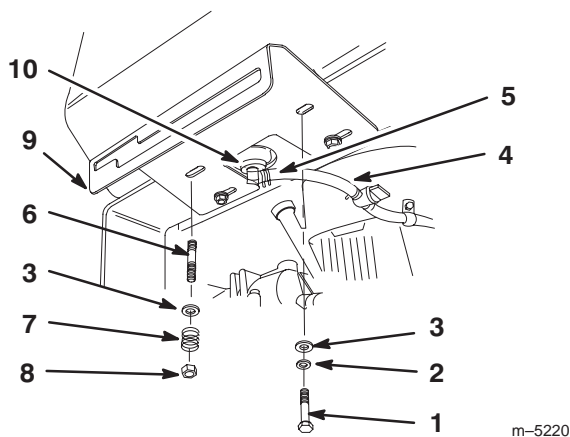

Figure 3
6. Fixez le panneau de commande droit et le réservoir de carburant au bâti arrière (Fig. 3) avec 2 boulons (5/16 x 7/8 pouce (22 mm)), rondelles de blocage (5/16 pouce) et rondelles (5/16 pouce) (Fig. 3).
7. Fixez le panneau de commande gauche et le réservoir de carburant au bâti arrière (Fig. 3) avec 2 goujons, rondelles (5/16 pouce), ressorts et contre-écrous (5/16 pouce) (Fig. 3).
8. Enfilez le collier sur la conduite d'alimentation (Fig. 3).
9. Poussez la conduite d'alimentation sur le raccord du réservoir de carburant et fixez-la en place avec le collier (Fig. 3).